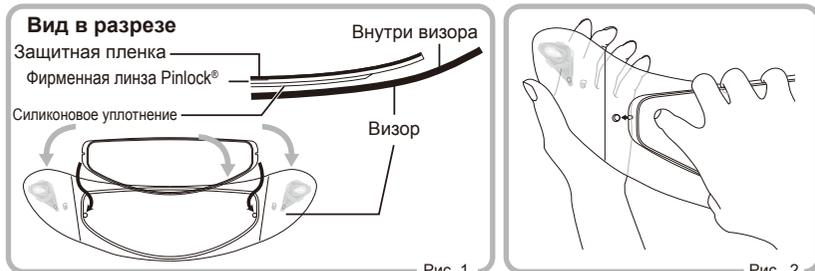

Рис. 1
- 1 Установите фирменную съёмную линзу Pinlock® стороной с силиконовым уплотнением на внутреннюю поверхность визора, не удаляя защитную пленку на линзе. Установите фирменную съёмную линзу Pinlock® на внутреннюю поверхность визора, закрепляя ее в эксцентрики до щелчка. (Рис. 1 и 2)